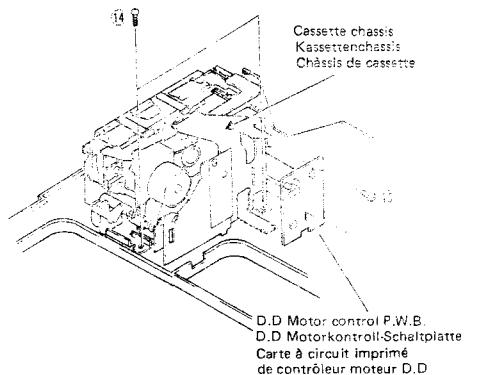

Fig. 5 Abb. 5
#### (5) Cassette chassis (Fig. 5)
#### (1) D.D Motor control P.W.B. (Fig. 5)
#### (5) Kassettenchassis (Abb. 5)
#### (1) D.D-Motorkontroll-Schaltplatte (Abb. 5)
#### (5) Chassis de cassette (Fig. 5)
(1) Carte à circuit imprimé de contrôleur moteur D.D. (Fig. 5)